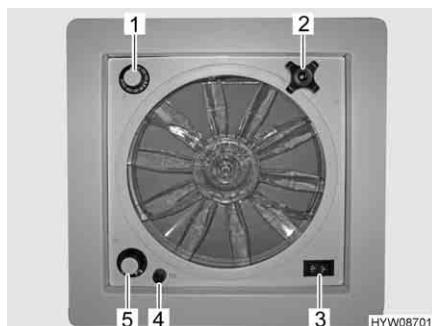

Fig. 36 Oblò con ventilatore
- ▷ Un fusibile da 4 A (Fig. 36,4) protegge da sovraccarico il motore del ventilatore. Se si verifica un sovraccarico: Individuare per prima cosa la causa (ad es. il ventilatore è sporco), poi sostituire il fusibile.
- Ruotare la maniglia girevole (Fig. 36,2), finché non si raggiunge l'angolo di apertura desiderato.
- Portare l'interruttore a levetta (Fig. 36,3) su "Aerazione" (flusso d'aria dall'esterno verso l'interno) o "Sfiato" (flusso d'aria dall'interno verso l'esterno).
- Portare l'interruttore a levetta (Fig. 36,3) sulla posizione centrale.
- Posizionare l'interruttore girevole (Fig. 36,5) sul grado desiderato:
- Ruotare il termostato (Fig. 36,1) fino alla battuta in direzione "blu".